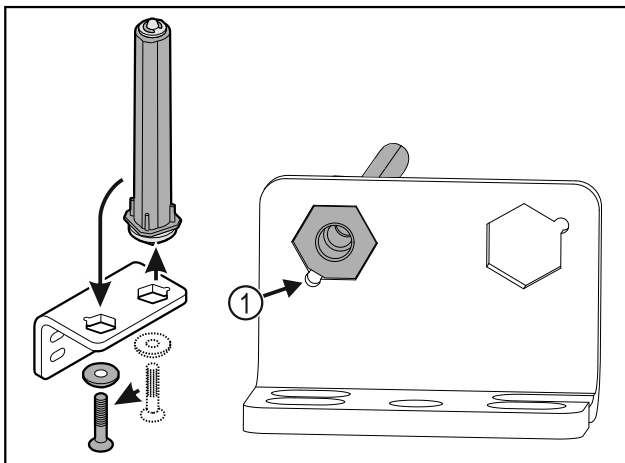

Fig. 35
- ▶ Darauf achten, dass beim Einsetzen die Bolzenabschrägung Fig. 35 (1) zum runden Loch zeigt.